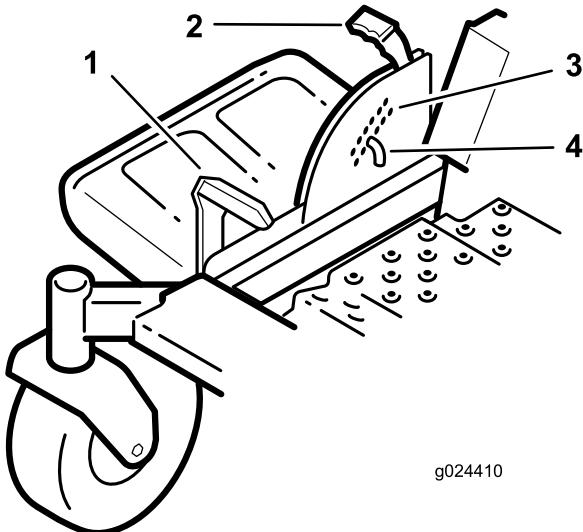

Figure 22
1. Appuyez sur la pédale de relevage du tablier avec le pied et relevez le tablier en position de verrouillage de transport (qui est aussi la position de hauteur de coupe de 114 mm [4,5 po]) (Figure 22).
2. Pour changer la hauteur de coupe, retirez l'axe du support de hauteur de coupe (Figure 22).
3. Placez l'axe dans le trou du système de hauteur de coupe correspondant à la hauteur de coupe voulue (Figure 22).